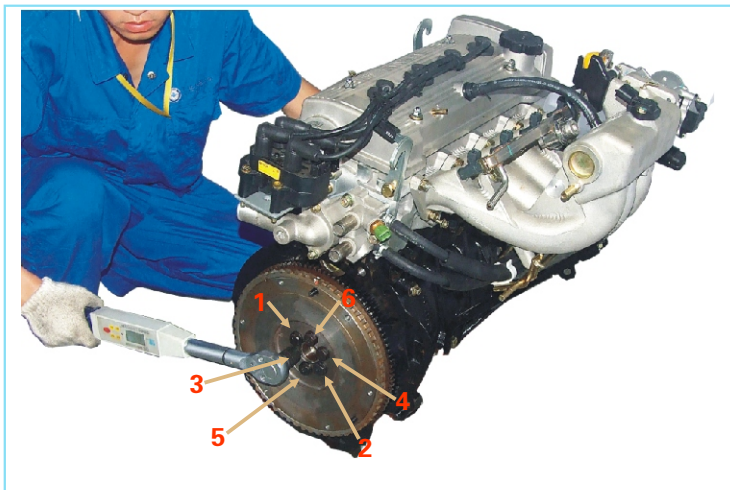

图2-102 紧固飞轮螺栓的顺序
(19) 安装飞轮
- ①将飞轮上的销套对准曲轴后端面的销套孔；
②按图2-102所示顺序，安装并分几次均匀地拧紧螺栓，扭矩： $78\text{ N} \cdot \text{m}$ 。